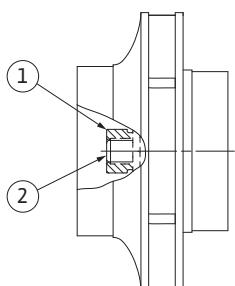

Fig. 55: Ispravan položaj maticе radnog kola nakon montaže
29. Čvrsto držite vratilo (vidi korak 24) pa pritegnite maticu radnog kola propisanim zateznim momentom (vidi popis „Tablica 11: Zatezni momenti vijaka” na stranici 53). Matica (Fig. 55, poz. 1) mora biti poravnata otprilike $\pm 0,5$ mm s krajem vratila (Fig. 55, poz. 2). Ako to nije slučaj, otpustite maticu pa ponovite korake od 25 do 29.